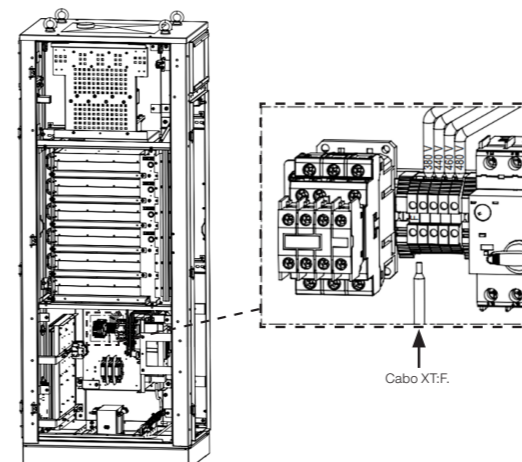

Figura 5.3: Ajuste da tensão da rede de alimentação
2. Localize o conjunto de bornes XT na parte inferior da estação (Figura 5.3)